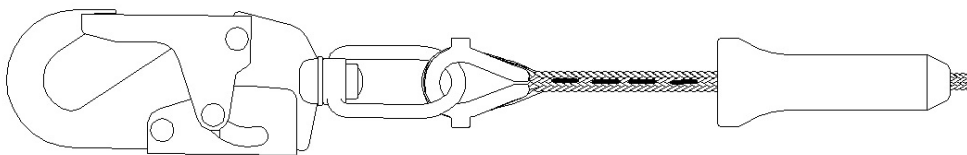

Figura 5
- Cuerda sintética: revise el hilo de costura que está dentro del amortiguador y la argolla de plástico. Si el hilo de costura está dañado, ponga la unidad fuera de servicio. Véase la figura 5.